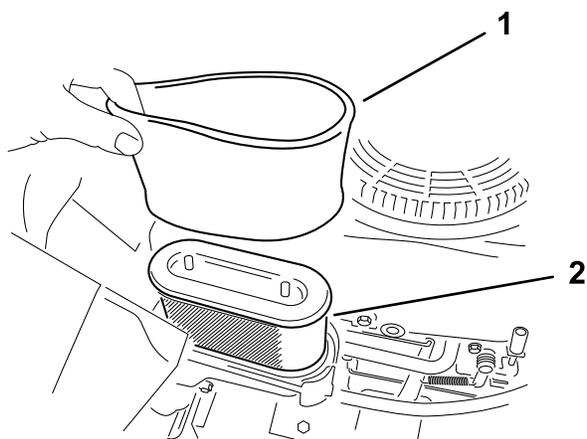

Рисунок 38
5. Осторожно извлеките фильтрующие элементы из пеноматериала и бумаги из корпуса воздухоочистителя (Рисунок 38).
Примечание: Замените бумажный элемент, если он очень грязный (Рисунок 38).
1. Установите фильтр из пеноматериала на бумажный фильтр (Рисунок 38).